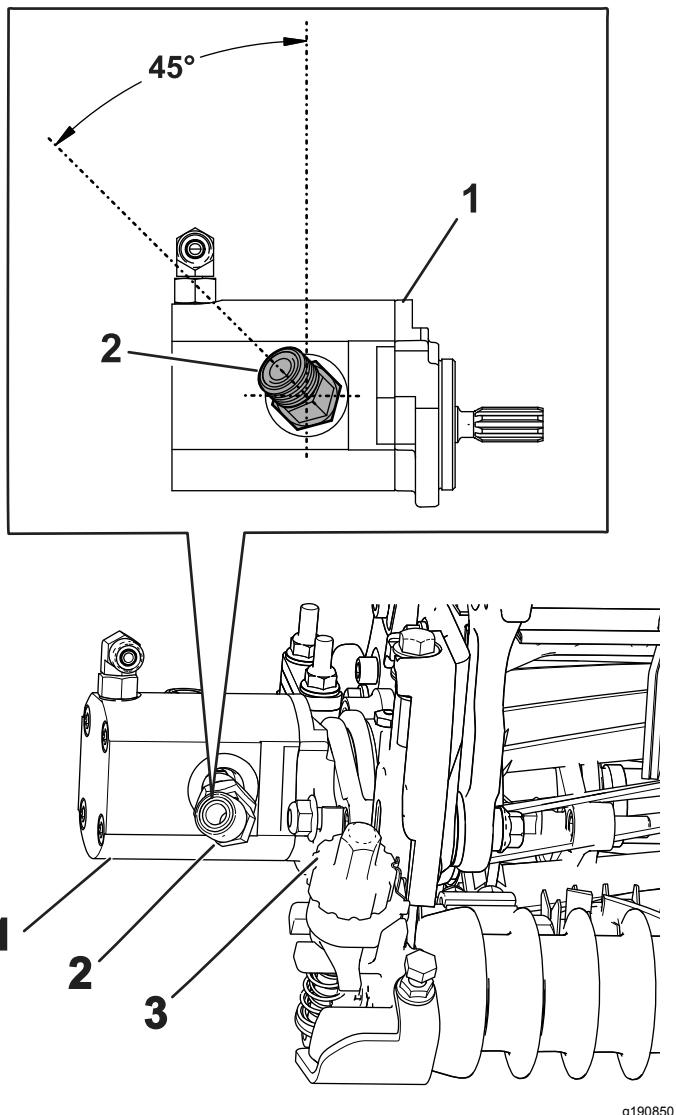

Figura 18
4. Instale el nuevo acoplamiento de 45°, colocándolo con el ángulo en el acoplamiento, tal y como se muestra en Figura 18. Apriete el acoplamiento a entre 47 y 58 N·m.